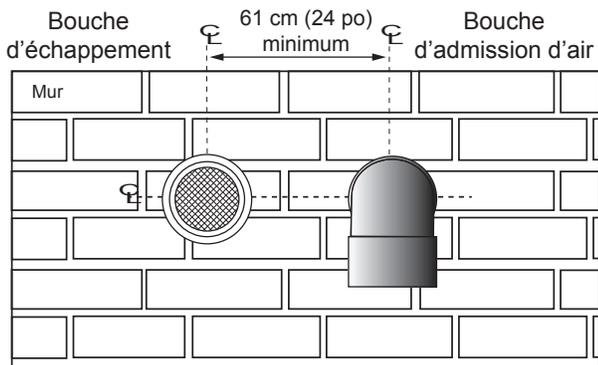

Figure 19. Extrémité murale - Ventouse
4. Pour installer les bouches d'évacuation et d'admission d'air dans une configuration à ventouse à travers un mur, il doit y avoir une séparation minimale de 61 cm (24 po), mesurée depuis l'axe médian vertical, entre les bouches d'admission d'air et d'évacuation. Voir **Figure 19**.
5. Pour installer les bouches d'évacuation et d'admission d'air dans une configuration à ventouse à travers un mur, les bouches d'admission d'air et d'évacuation doivent être installées à la même hauteur, mesurée sur la ligne médiane horizontale. Voir **Figure 19**.
Toutefois, la distance entre les bouches d'évacuation et d'admission d'air les plus proches doit être d'un minimum de 61 cm (24 po). Dans les climats plus froids, cette séparation doit être augmentée jusqu'à au moins 122 cm (48 po). Voir **Figure 19**.